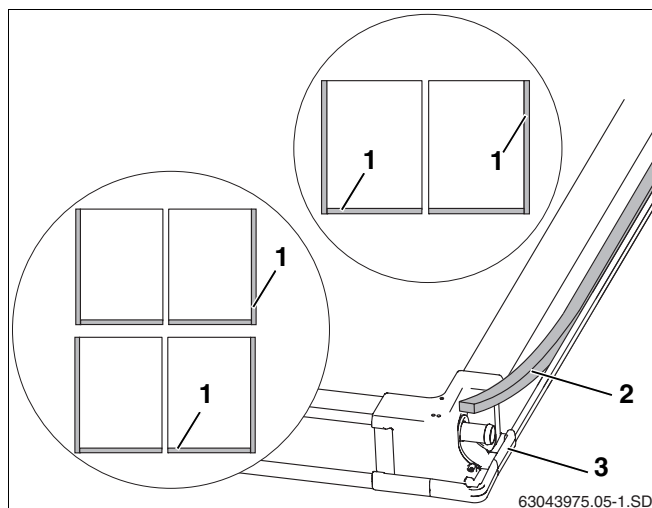

Fig. 23 Parte posterior del colector
Las conexiones entre las chapas protectoras laterales e inferiores y los colectores (fig. 23, **pos. 1**) deben sellarse con la junta de estanqueidad.
- ▶ Coloque la junta de estanqueidad (fig. 23, **pos. 2**) con el lado del adhesivo hacia delante en la empuñadura de los lados exteriores de los colectores situados en los extremos y en cada colector situado en la parte inferior (fig. 23, **pos. 1**) incluidas las uniones de las esquinas (fig. 23, **pos. 3**).